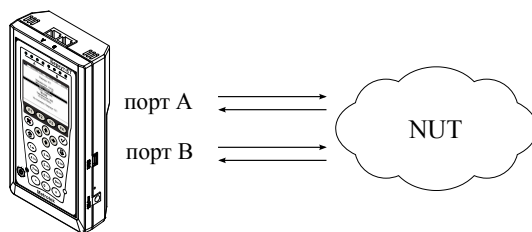

Рис. 7.66. Вариант подключения 2
**Примечание:** прибор также может быть подключён к сети с использованием двух портов (см. рис. 7.66). Настройки прибора для данного случая аналогичны описанным настройкам для одного порта.